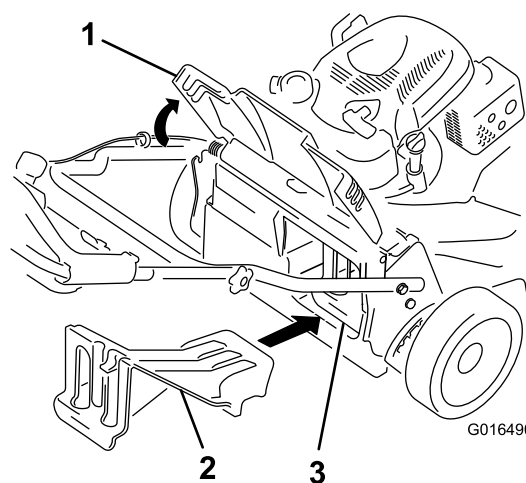

Figure 24
- Si l'obturateur d'éjecteur arrière n'est pas en place, agrippez-le par la poignée, soulevez le déflecteur arrière, et insérez-le dans l'éjecteur arrière jusqu'à ce que le verrou s'enclenche ; voir Figure 24.
Important: Assurez-vous que l'obturateur d'éjecteur arrière est en place avant de procéder au recyclage (Figure 24).